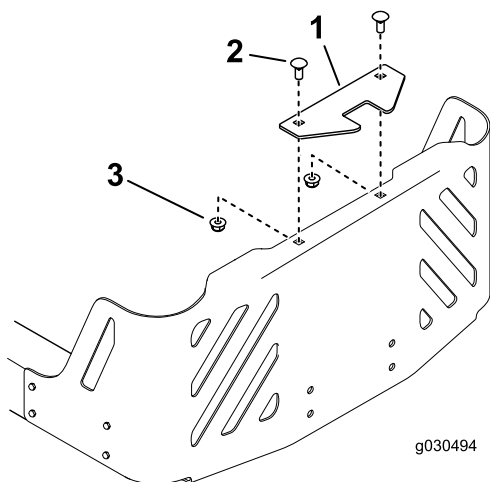

Figura 14
- 2. Montate la staffa di stabilizzazione sulla protezione del motore utilizzando 2 bulloni a testa tonda (5/16" x 3/4") e 2 dadi di bloccaggio (5/16") come illustrato nella Figura 14.